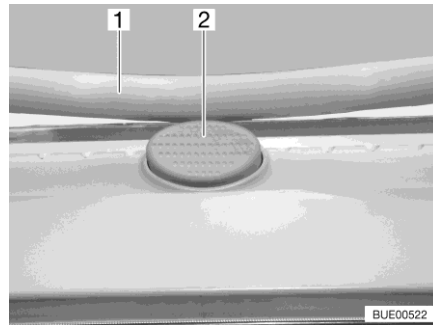

Bild 87 Låsknapp (Heki-taklucka)
- Tryck på låsknappen (Bild 87,2) och dra ner bygel (Bild 87,1) med båda händerna.
- Tryck bygel uppåt med båda händerna tills bygel ligger ovanför låsknappen (Bild 87,2).